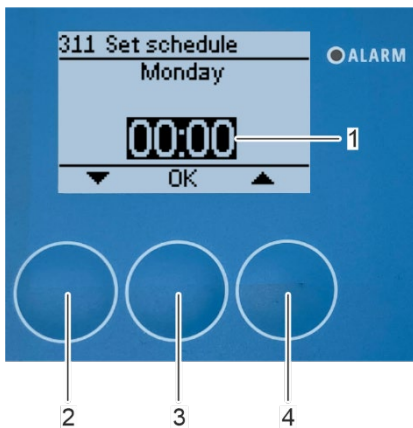

Abbildung 155: Wählen Sie die Zeit für eine automatische Reinigung aus
⇒ Die Auswahl der Startzeit erscheint auf dem Display (Abbildung 155/1).
- Wählen Sie die Startzeit für die automatische Reinigung mit den Pfeiltasten [nach oben] (Abbildung 155/4) und [nach unten] (Abbildung 155/2).
- Bestätigen Sie die Auswahl mit [OK] (Abbildung 155/3).